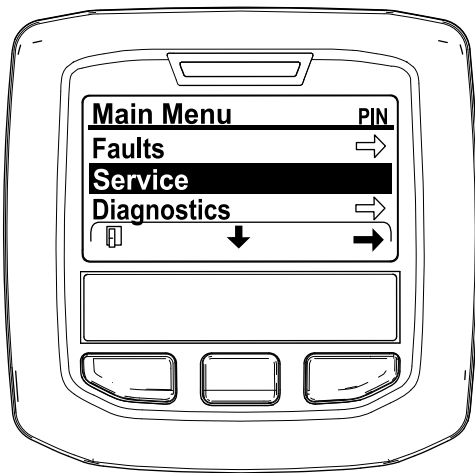

Figura 49
2. Desde el menú PRINCIPAL, pulse el botón central para desplazarse hacia abajo hasta el menú SERVICE (Servicio) y pulse el botón derecho para seleccionar la opción SERVICE (Servicio) (Figura 49).